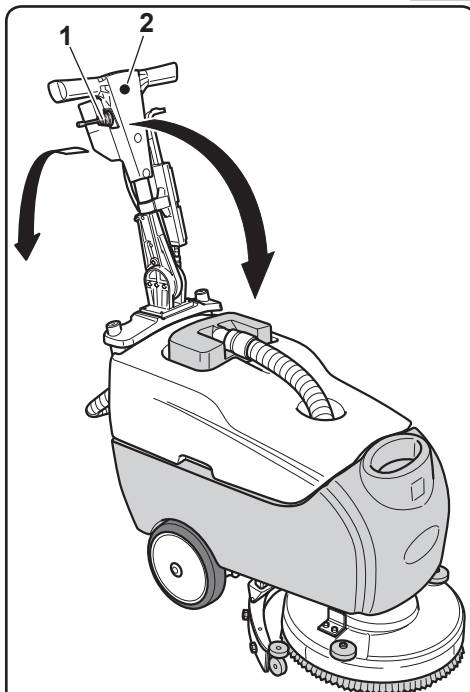

Fig. 9
7.1 PALANCA ROTACIÓN INCLINACIÓN MANILLAR (Fig. 9)
- Empujando la palanca (1) se puede variar la posición del manillar (2); liberando la palanca el manillar se ubica y se bloquea en forma obligada en la posición más cerca.